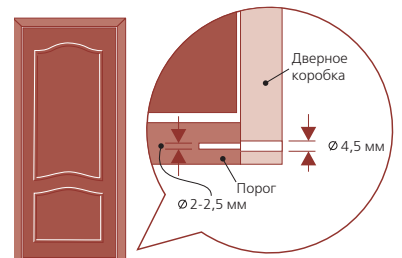

Рис. 8
- 6.2 Просверлите отверстия диаметром 2,5 мм (Рис. 8). Выньте порог и рассверлите отверстия в коробке диаметром 4,5 мм.